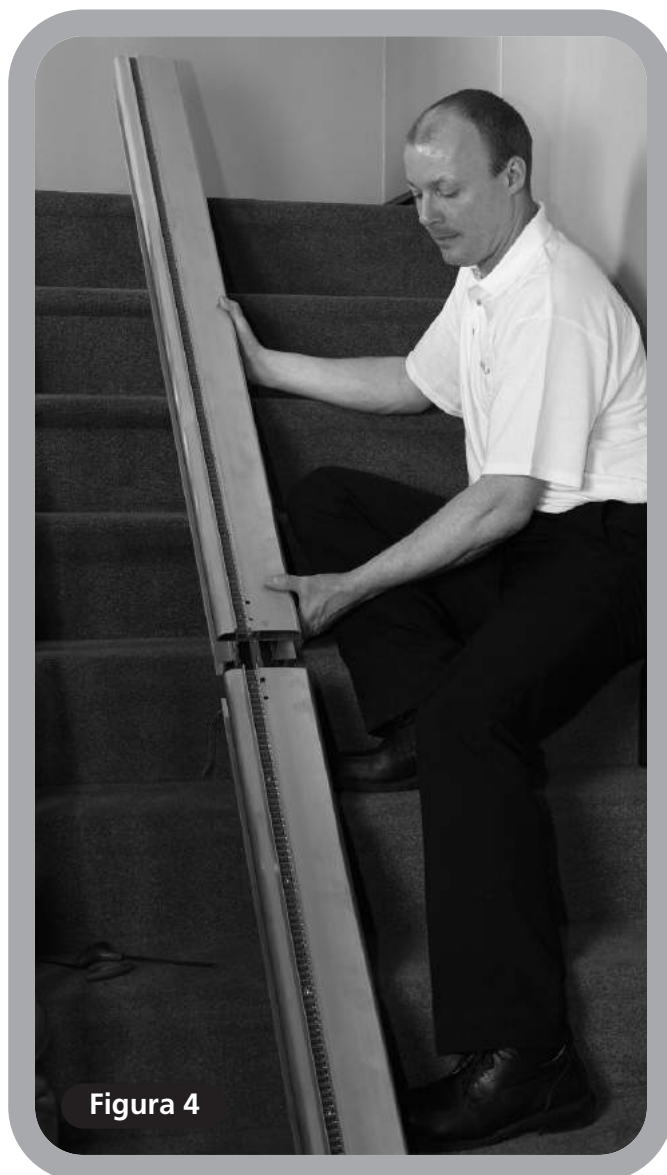

Figura 4
- 3 Posizionate la parte superiore della sezione della traccia adiacente alla parte inferiore della traccia (**Figura 4**).